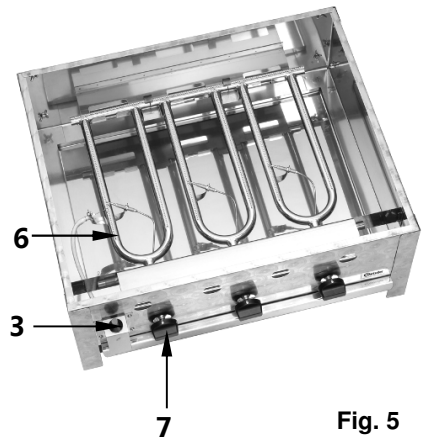

Fig. 5
- Gire el mando giratorio de gas izquierdo (7) (fig. 5) desde la posición "0" 90° hacia la izquierda apretando el mando y el botón rojo de encendido piezo (3) encendiendo así el quemador izquierdo (6). Mantenga apretado el mando giratorio de gas durante 10 segundos para que el quemador pase a modo de funcionamiento. Si la llama se apaga, podrá volver a encenderlo transcurridos 2 minutos.